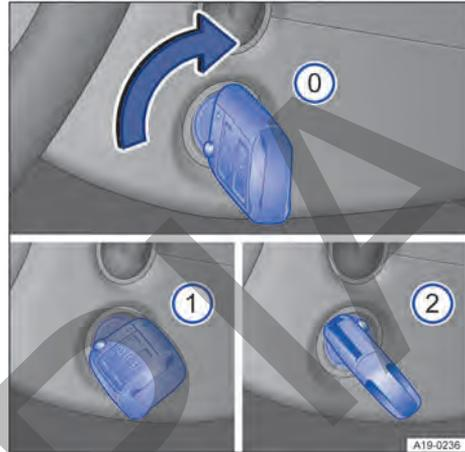

Fig. 102 Junto al volante, en el lado derecho: posiciones de la llave del vehículo en la cerradura de encendido.
Posiciones de la llave del vehículo → **fig. 102**:
- 2 Pise el pedal del freno si el testigo de control **🕒** se enciende en verde. Ponga el motor en marcha. Cuando el motor haya arrancado, suelte la llave. Al soltarla, la llave vuelve a la posición → **fig. 102** 1.